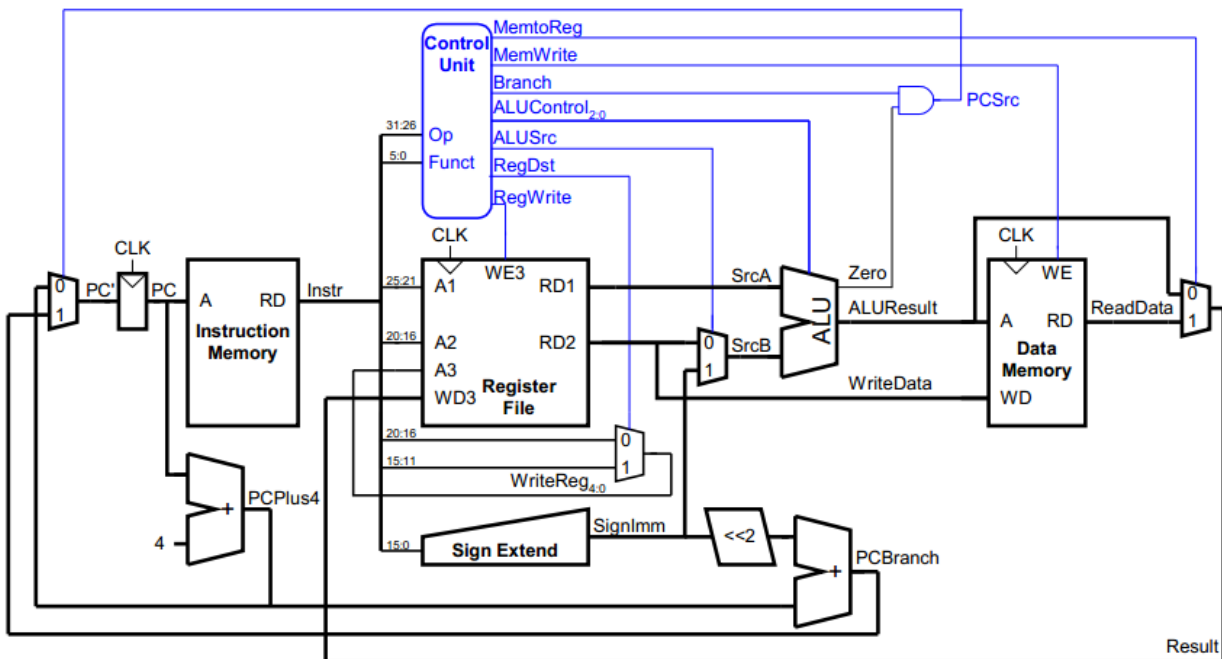

图 4. MIPS 单周期处理器原理图
- 根据图 4，编辑 control 模块
- 根据图 4，编辑 Top 层模块，将各个模块互联起来。